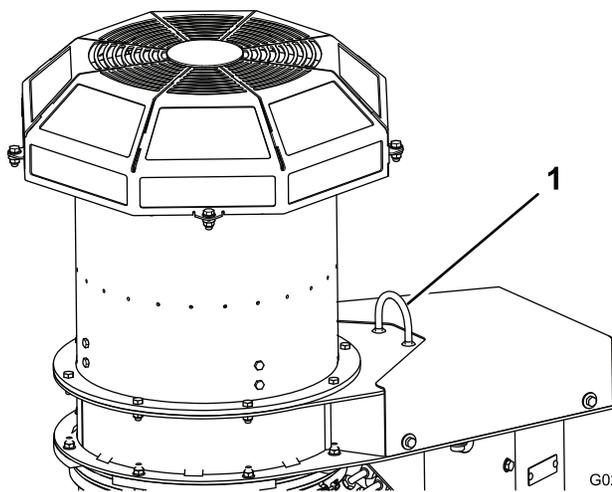

**Figura 6**
7. Retire el pasador de alambre que sujeta el tubo del gato fijo al tubo de almacenamiento (Figura 6). Retire el gato de la posición de almacenamiento.